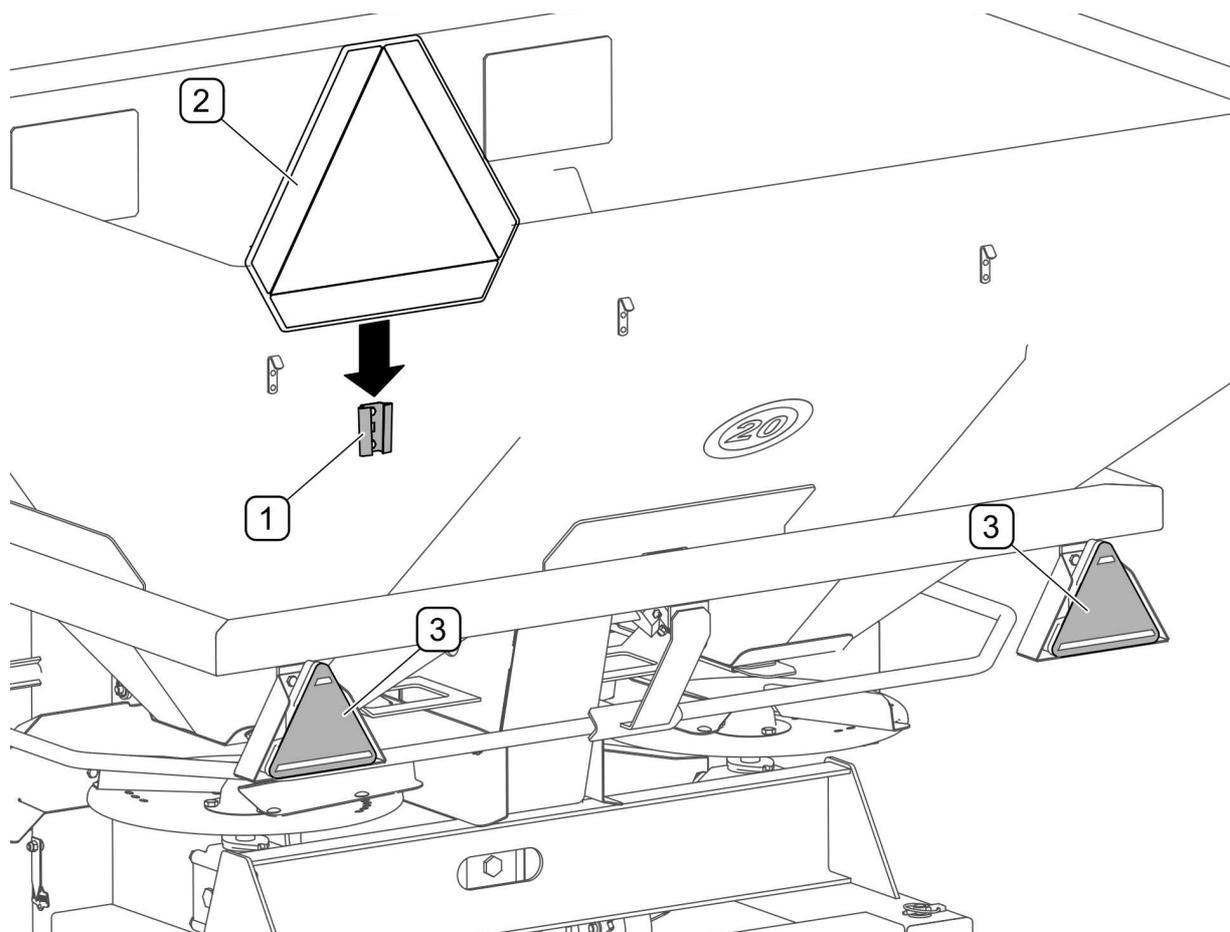

РИСУНОК 4.13 Держатель для предупреждающего знака и задние фонари
(1) - держатель; (2) - знак медленно движущегося транспортного средства (не входит в оснащение машины); (3) - задний фонарь с трехугольным катафотом
- На время передвижения по общественным дорогам необходимо прикрепить сзади машины на держателе знак медленно движущегося транспортного средства (РИСУНОК 4.13)